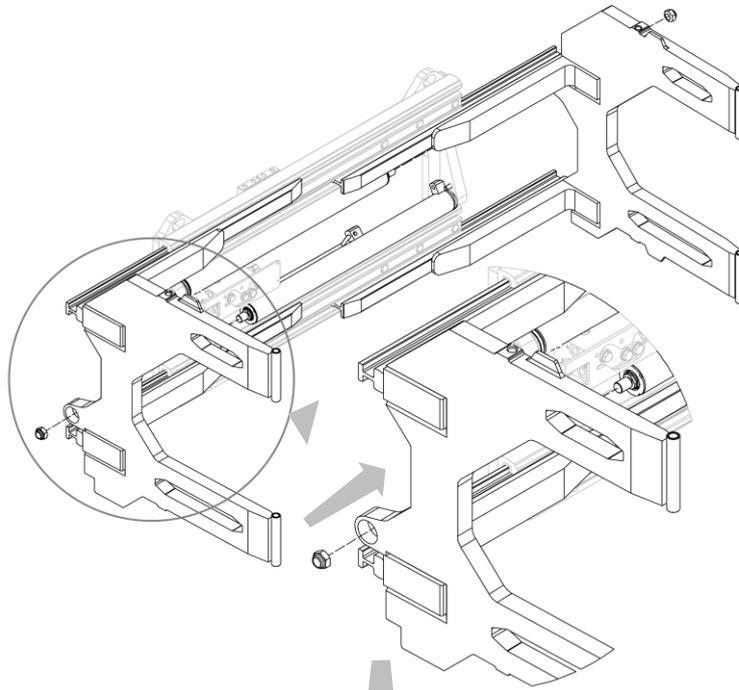
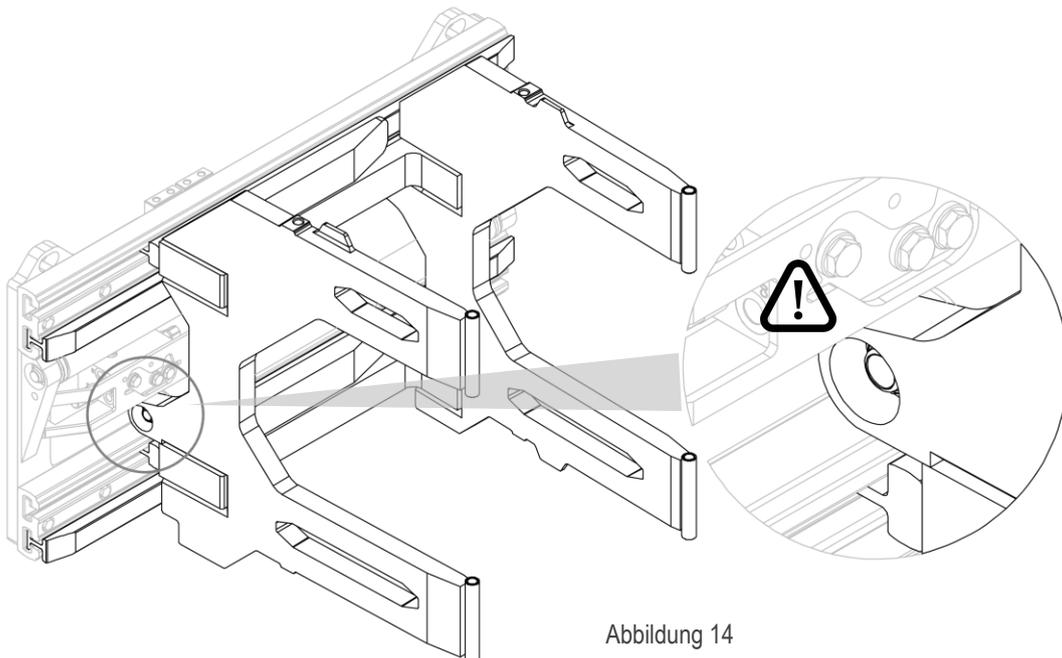

Abbildung 13
Abbildung 14
2. Schieben Sie die Gabelzinken, eine nach der anderen, in ihre Aufnahmen und ziehen Sie die Muttern, mit denen sie an den Zylindern befestigt sind, an (siehe *Abbildung 13* und *Abbildung 14*).